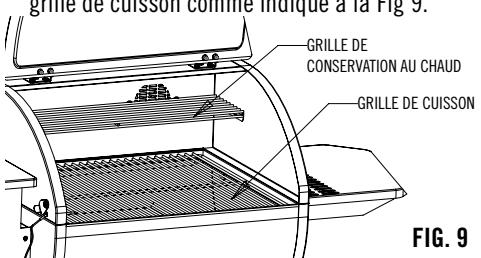

FIG. 9
1. Monter la grille de conservation au chaud et la grille de cuisson comme indiqué à la Fig 9.